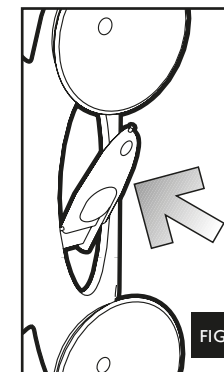

FIG. 5
- a. Remove the special device inserted in the suction cup support, just pulling it out of its location (fig. 5) or use a flat blade screwdriver.
- c. Enlever l'outillage spécial qui se trouve sur le support des ventouses (fig. 5) ou utiliser une tourne-vis.
- c. haal het hulpmiddel uit de houder (afb. 5) of neem een schroevendraaier
- c. Quite la herramienta especial que se encuentra sobre el soporte de las ventosas (fig. 5) o utilice un destornillador.